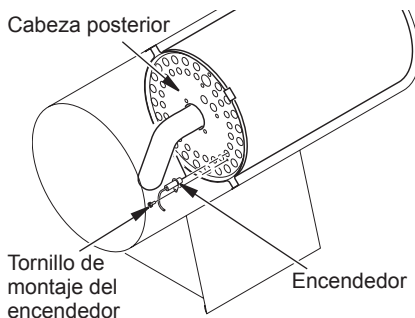

Figura 15 - Extracción del tornillo de montaje y del encendedor
3. Quite el tornillo de montaje del encendedor de la cabeza posterior utilizando un destornillador para tuercas o un destornillador convencional (consulte la figura 15).